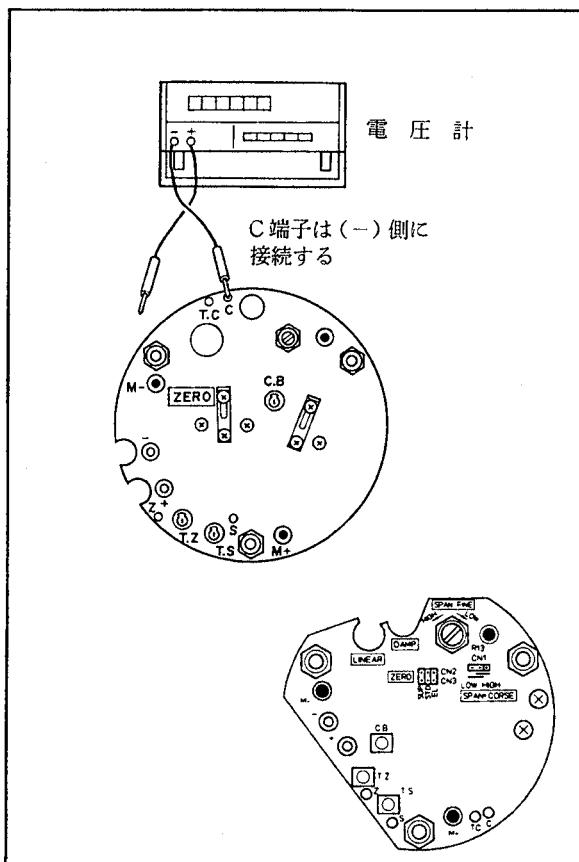

図6.9 温度補償回路のチェック端子
- (2) アンプユニットまたはカプセルアセンブリを交換した場合には、必要に応じ 6.4.1 項を参照してリニアリティ調整を行なってください。
- (3) C, B ポリウムを反時計方向に回しります (図 6.9 参照)。
- (4) T, Z ポリウムを回し C-Z 間の電圧が  $0 \pm 2.5$  mV D, C 以内になるように調整します。
- (5) T. S ポリウムを回し C-S 間の電圧が  $0 \pm 2.5$  mV
(6) C. B ポリウムを回し C-TC 間の電圧が  $0 \pm 5$  mV